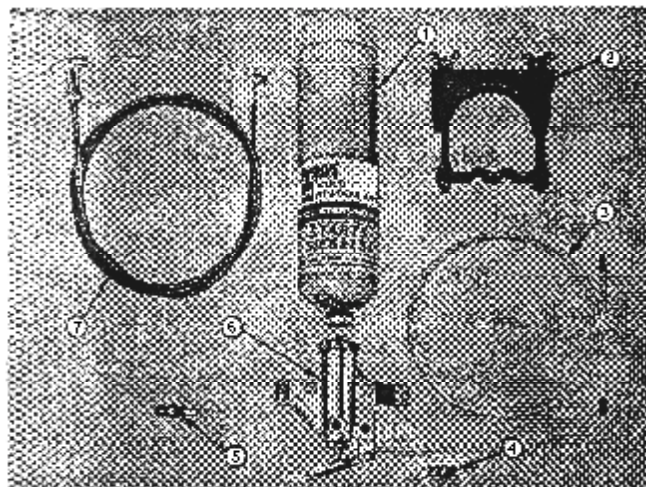

Рис. 1-11(ОМ 100 ТЛ) Клапан, управляемый вручную.
Клапан, управляемый вручную, представленный на рис. 1-11, состоит из корпуса клапана в сборе (6), хомута (2) и нейлоновой трубки (3). Топливный цилиндр (1), распылитель (5) и провода управления (7) поставляются по отдельному заказу.